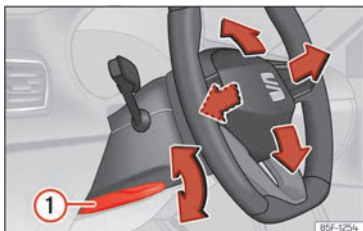

Abb. 92 Hebel auf der linken unteren Seite der Lenksäule.
- Hebel >>> **(Abb. 92) ①** nach unten schwenken, Lenkrad in die gewünschte Position bringen und Hebel wieder bis zum Schließpunkt nach oben drücken.
- Den Hebel >>> **(Abb. 92) ①** nach dem Einstellen immer fest nach oben schwenken, damit das Lenkrad während der Fahrt nicht unbeabsichtigt seine Position verändert.